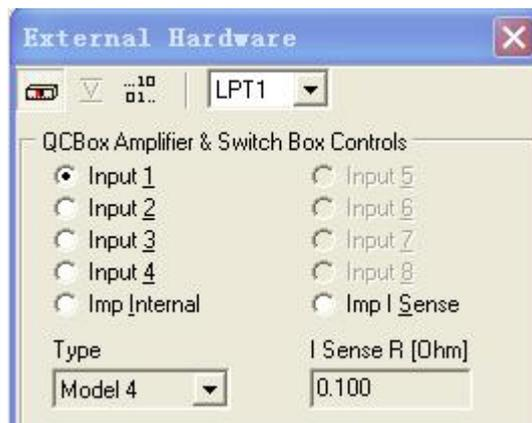

图4-8
1) 点击可进入如图4-8的连接到CLIO的一些外部硬件的控制。